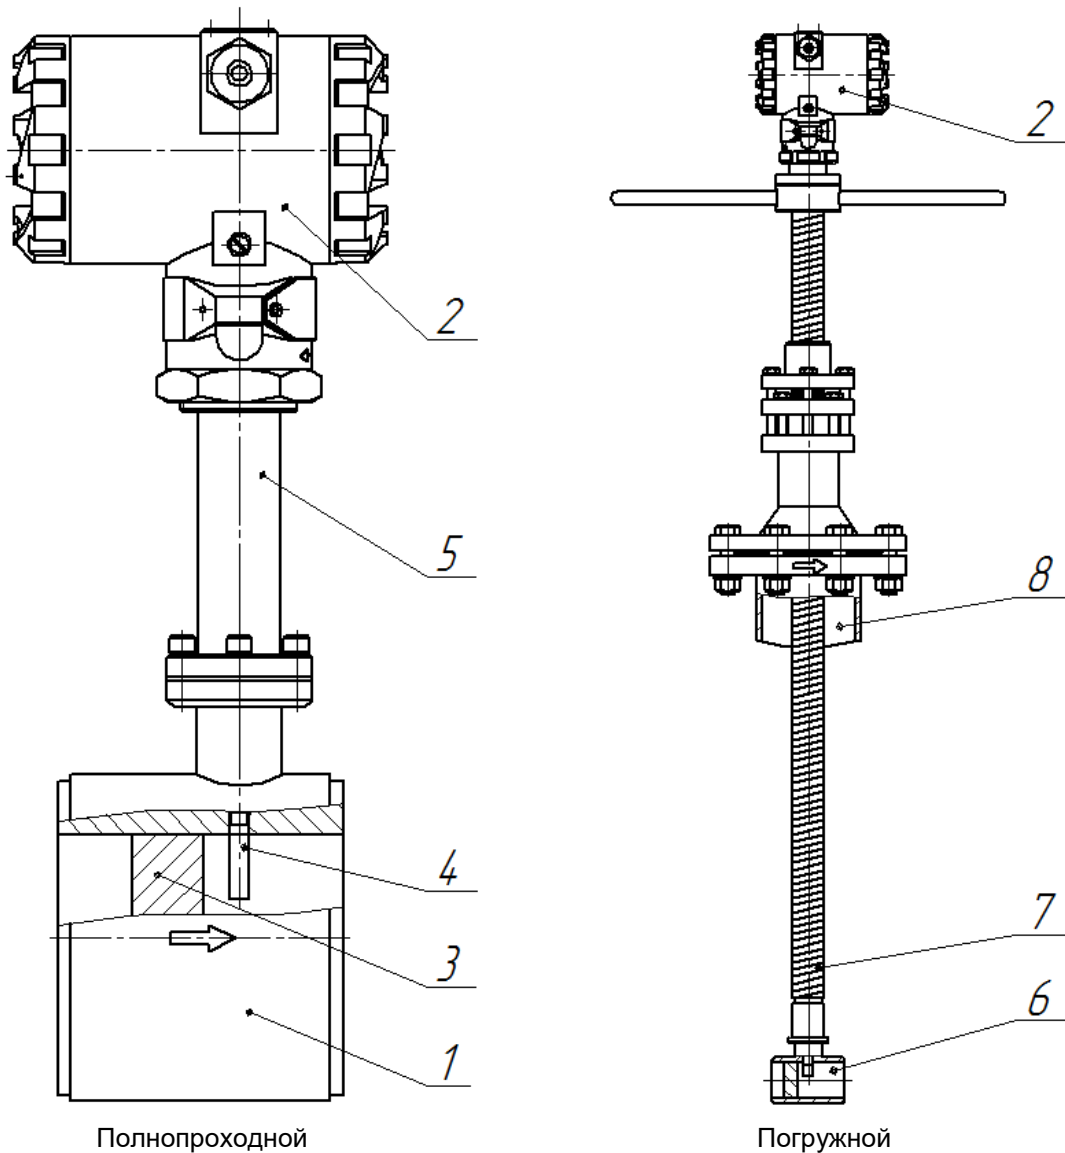

Рисунок 3.1 – Устройство расходомеров
Расходомеры по методу измерения подразделяются на полнопроходные (ЭВ-200) и погружные (ЭВ-205). Полнопроходной расходомер-счетчик (см. **рисунок 3.1**) состоит из проточной части (1) и электронного блока (2). Проточная часть представляет собой полый цилиндр, в поперечном сечении которого установлено тело обтекания (3). За телом обтекания расположен чувствительный элемент (4) (сенсор). Электронный блок (2) крепится на цилиндре проточной части с помощью трубчатой стойки (5). Электронные платы размещены в электронном блоке.
Погружной расходомер (см. **рисунок 3.1**) состоит из датчика (6), штанги (7), приварного патрубка (8) и электронного блока (2). Датчик конструктивно выполнен как проточный вихревой расходомер и измеряет скорость потока в одной точке.